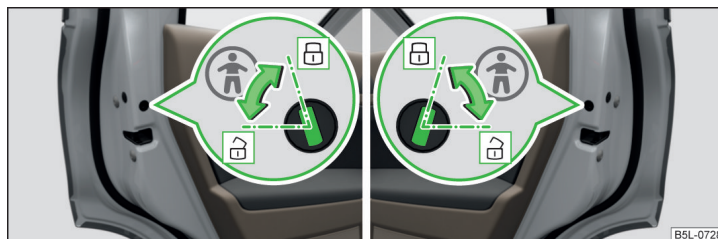

Fig. 34 Puerta posterior: Conectar/desconectar el seguro para niños
- Para **encender**, girar el fusible con la llave del vehículo en la posición **!** » fig. 34.